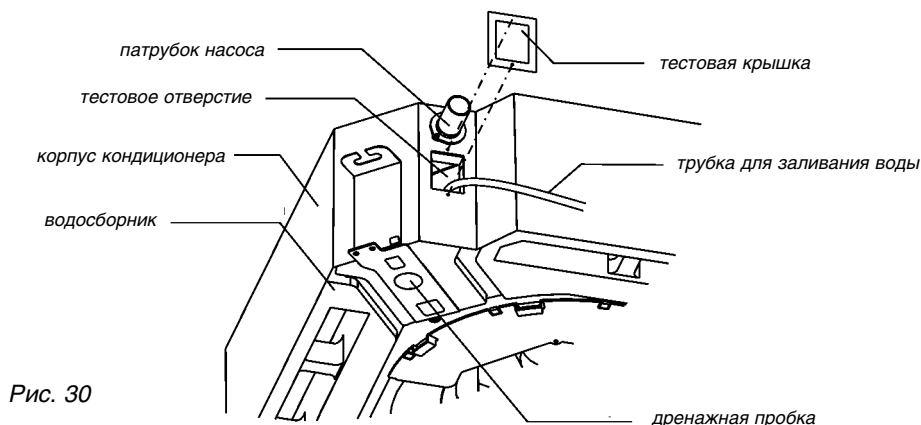

Рис. 30
1) Снимите тестовую крышку и залейте в водосборник 2000 мл воды через трубку (рис. 30).